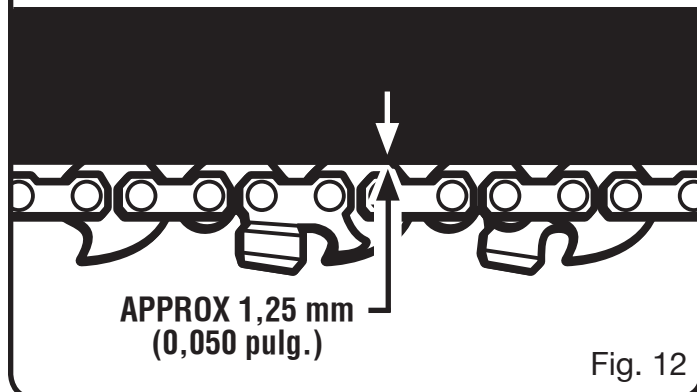

Fig. 12
- Durante el funcionamiento normal aumenta la temperatura de la sierra. Si la cadena está bien tensada, estando caliente los eslabones de impulsión sobresalen suspendidos de la ranura de la barra aproximadamente 1,27 mm (0,050 pulg.), como se muestra en la fig. 12.